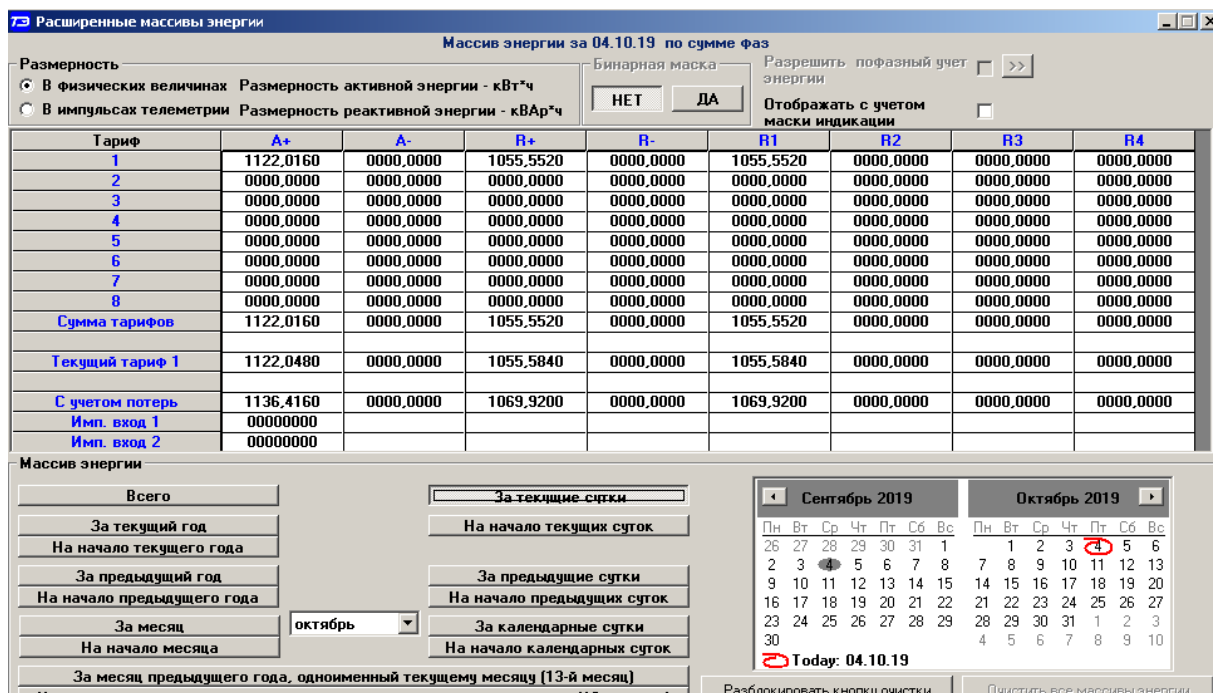

Рисунок 20 – Форма «Расширенные массивы энергии»
13.4 Для сброса (обнуления) всех массивов учтенной энергии нужно сначала нажать кнопку «Разблокировать кнопку очистки», после чего кнопка «Очистить все массивы энергии» становится активной (рисунок 20). Затем нажать активную кнопку «Очистить все массивы энергии». Операция очистки возможна только на втором уровне доступа.